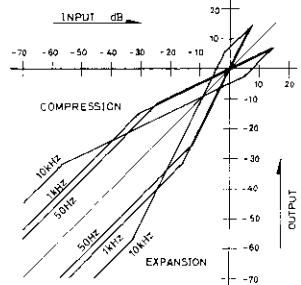

Fig. 2
Fig. 2 shows the characteristics of the HIGH COM compander. The 0dB point on the graph indicates the reference level of HIGH COM, when the tape recording level is at 200 nW/m.
La Fig. 2 présente les caractéristiques du compandeur HIGH COM. Le point 0dB du graphe indique le niveau de référence de HIGH COM, pour un niveau d'enregistrement sur bande de 200 nW/m.
- Gradually reduce the input level from 0 dB (600 mV) level at LINE OUT. Confirm that output at DECK OUT is 1/2 the input when the input is above a certain level; and below that level, that output is equal to input. See the graph (for compression) in Fig. 2.
In this state, gradually reduce the input level. Confirm that the output at LINE OUT is two times the input when input is above a certain level; and below that level, that output is equal to input. See the graph (for expansion) in Fig. 2.
- Réduire progressivement le niveau d'entrée à partir du niveau 0 dB (600 mV) sur LINE OUT. Vérifier que le niveau de sortie sur DECK OUT soit de 1/2 le niveau d'entrée lorsque l'entrée se situe au-dessus d'un certain niveau, et qu'en dessous de ce niveau la sortie est égale à ce niveau. Voir le graphe (compression) de la Fig. 2.
- A partir de cet état, réduire progressivement le niveau d'entrée. Vérifier que le niveau de sortie sur LINE OUT est égal à deux fois le niveau d'entrée lorsque l'entrée s'établit au-dessus d'un certain niveau, et qu'en-dessous de ce niveau la sortie est égale au niveau d'entrée. Voir le graphe (expansion) de la Fig. 2.